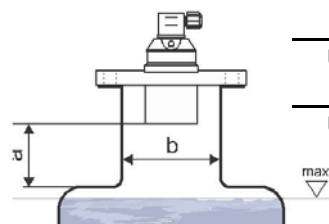

Рис. 3: Расстояние между уровнемером и стенкой резервуара
- Минимальные размеры при монтаже в крышке или потолке резервуара приведены на рис. 3.